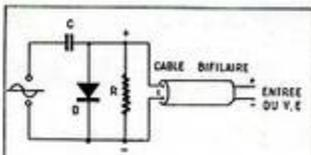
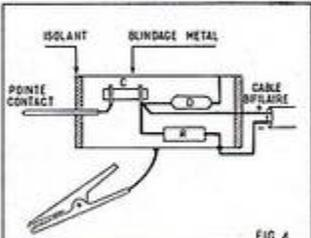

FIG. 3
FIG. 4
Le voltmètre de la figure 2 peut servir également en alternatif en montant à l'entrée un redresseur à diode disposé dans un petit blindage. La figure 3 donne son schéma et la figure 4 la disposition des éléments dans le compartiment blindé. On voit que le montage de cette sonde est extrêmement simple car il ne comprend qu'un condensateur C, une résistance R de 500 k Ω et une diode D. Les caractéristiques de C et D
La prise 5 de MF2 est soudée sur la cosse B du support GT759R (2). Sur la prise 4 on soude : une résistance de 180 Ω qui va à la prise 5, une de 33.000 Ω qui va à la ligne +9 V, une de 47.000 Ω qui va à la ligne -9 V et un condensateur de 10 nF aboutissant à la cosse E du support GT759R. Sur cette cosse E on soude : une résistance de 2.200 Ω qui va à la ligne +9 V et un condensateur de 10 nF qui va à la prise 2 de MF3. Entre cette prise 2 et la ligne -9 V on place une résistance de 2.200 Ω . La prise 1 de MF3 est soudée sur la cosse C du support GT759R (2), la prise 4 sur la ligne +9 V, quant à la prise 5, elle est connectée à la cosse A de la plaque de bakélite. Entre la cosse K et la plaque de bakélite et la ligne +9 V on soude un condensateur de 10 nF. Sur l'autre face de la plaque-châssis, figure 3 on soude la diode OA79 entre les cosse A et K (le fil repéré par un point ou un anneau de couleur sur la cosse K). La cosse K est connectée à une extrémité du potentiomètre de 5.000 Ω . On relie l'autre extrémité de ce potentiomètre, son boîtier, une cosse de l'interrupteur à l'étrier du transfo DR et à la cosse +9 V. Entre le curseur et la cosse B du support 2N363 on soude un condensateur de 10 μ F 12 V (pôle + vers le curseur). Sur cette cosse B on soude une résistance de 4.700 Ω qui va à la ligne +9 V et une de 120.000 Ω qui va à la ligne -9 V. La cosse E du support 2N363 est reliée à la ligne +9 V.
Revenons à la face de la figure 3. La cosse C du support 2N363 est connectée à la cosse r du transfo TS. Cette cosse r est une cosse relais qui n'a aucune liaison avec les enroulements du transfo. Sur cette cosse r on soude un condensateur de 10 nF qui va à la cosse PM du transfo TS, et une résistance de 2.700 Ω qui aboutit à la cosse P du transfo DR. La cosse P' de ce dernier est connectée à la cosse S' du transfo TS laquelle est reliée à la cosse PM elle-même réunie à la cosse -9 V de la plaque-châssis.